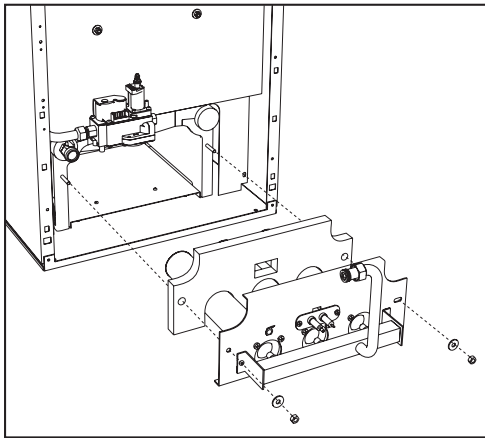

рис. 23 - Демонтаж горелок
- Развинтите две гайки крепления дверцы камеры сгорания к чугунным элементам корпуса котла (рис. 23)